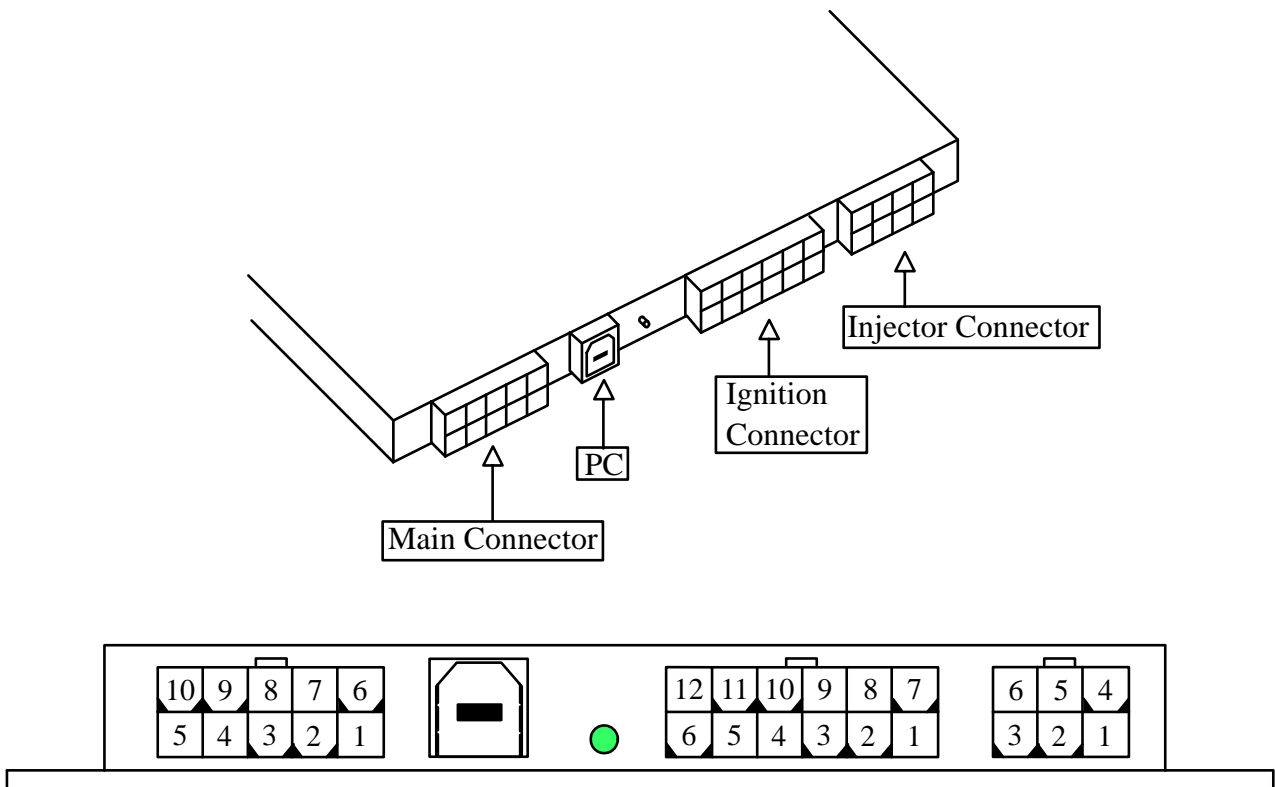

FIGURE 1.: TURBO FUELLER CONNECTOR DIAGRAM
- FIGURE 1.: TURBO FUELLER CONNECTOR DIAGRAM